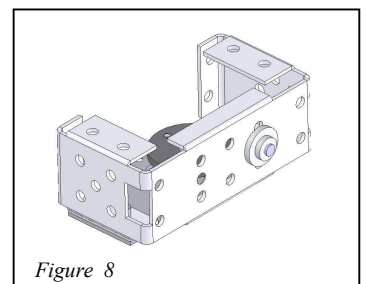

Figure 8
Étape 5 : Fixer l'axe court(4) sur la deuxième cage(3) à l'aide d'une vis fraisée 3mm(12). Voir figure 8.